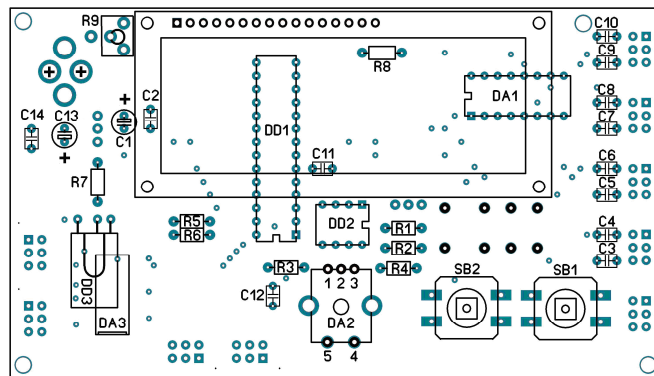
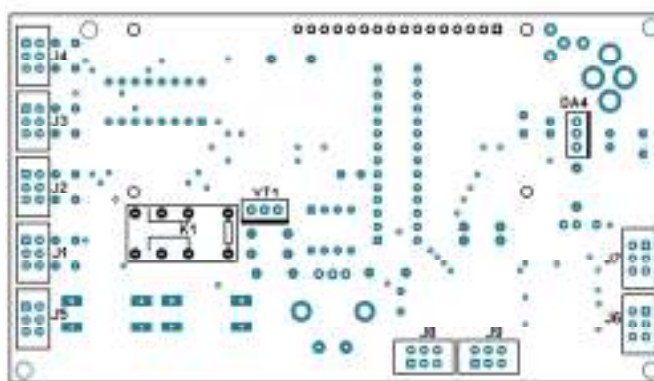

Рис. 3. Монтажная схема (вид со стороны надписей на плате «MP800...»)
Рис. 4. Монтажная схема (вид с обратной стороны)
- Установите все компоненты согласно табл.1., рис. 3 и рис.4.